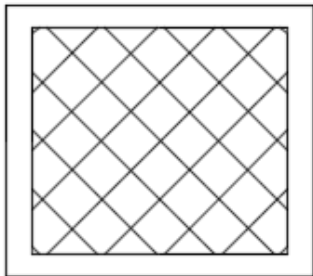
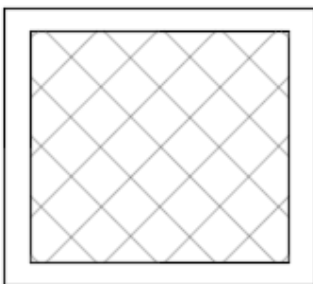

图 4-120 透明度为 20 的效果
图 4-121 透明度为 70 的效果
- ☆ 图案填充透明度：拖动滑块，或在输入框内输入数值，可设置图案透明度。透明度越高，填充效果越不明显。如图 4-120 和图 4-121 所示分别是透明度为 20 和 70 的效果。